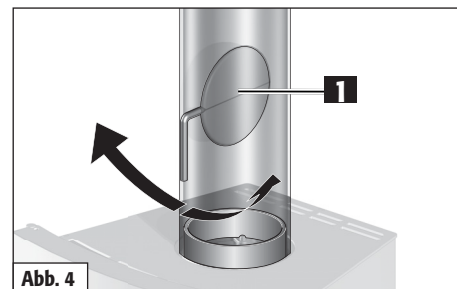

Abb. 4
Der maximal zulässige Förderdruck für den Luno beträgt 35 Pa an der Abgaseinführung des Schornsteins. Zur Begrenzung des Förderdrucks können eine Drosselklappe (Abb. 4/1) oder ein Förderdruckbegrenzer hilfreich sein.
Die Drosselklappe (Abb. 4/1) ist ein optionales Bedienungselement. Sie ist im Rauchrohr angebracht und dient der Regulierung des Rauchgasstromes. Auf diese Weise verringert sie die Abbrandgeschwindigkeit. Steht der Griff der Drosselklappe quer zum Rauchgasrohr, ist der Abgasstrom maximal gedrosselt. Wir empfehlen generell den Einbau einer Drosselklappe zur Reduzierung des Förderdrucks. **Bitte beachten Sie hierzu die länderspezifischen gesetzlichen Bestimmungen.**
**Bevor die Feuerraumtür während der Brennphase geöffnet wird, sollte vorher die Drosselklappe (Abb. 4/1) geöffnet werden.**